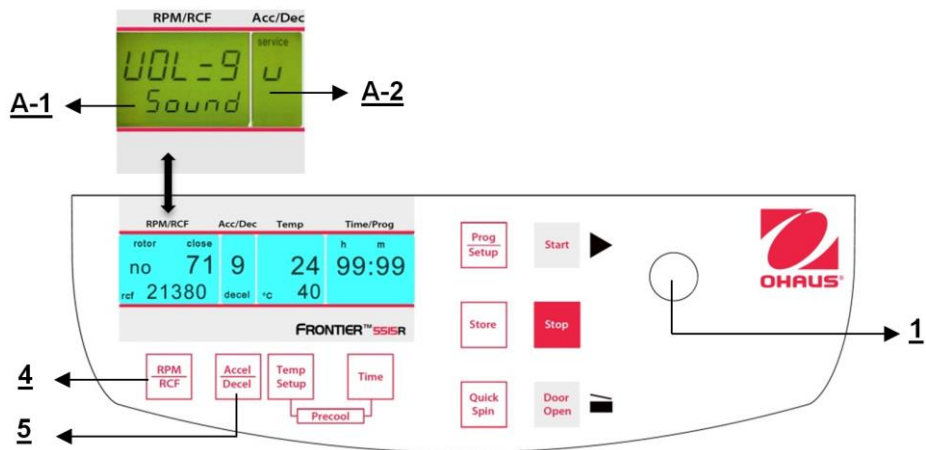

Figura 34
Proceda como se describe en el punto 4.1.2 para ingresar en este modo de programa y luego presione el botón "**Accel/Decel**" (5). En la pantalla "**Acc/Dec**" (A-2) destella la palabra "**Service**". Ahora seleccione la letra "**U**" con la perilla de ajuste (1). Como resultado, en la pantalla "**RPM | RCF**" (A-1) aparecen las palabras "**Vol=0-9/Sound**". Después de presionar el botón "**RPM | RCF**" (4), puede ajustar el volumen deseado entre 0 (bajo) y 9 (alto) con la perilla de ajuste (1) (vea la Figura 34).